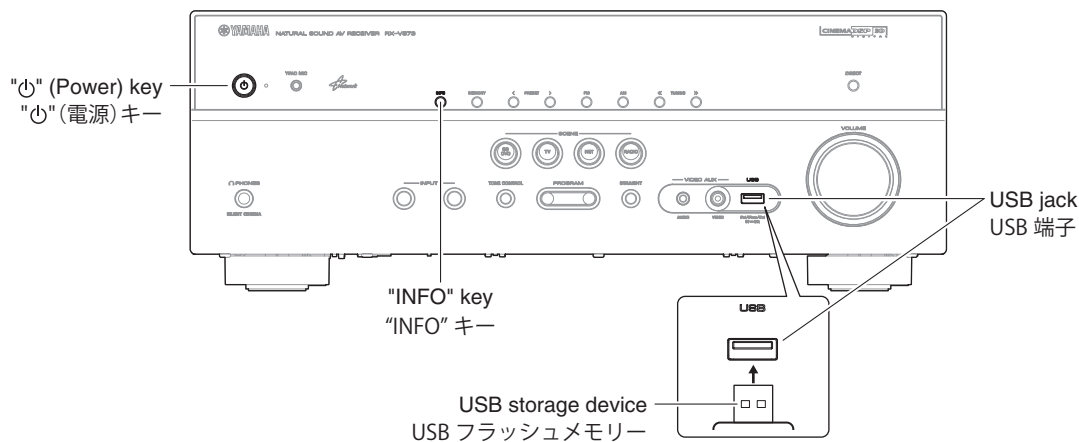

Fig. 1
1. Insert the USB storage device to the USB jack. (Fig. 1)
2. While pressing the "INFO" key, connect the power cable to the AC outlet. (Fig. 1)
1. USB 端子に USB フラッシュメモリを差し込みます。(Fig. 1)
2. "INFO" キーを押しながら、電源コードを AC コンセントに接続します。(Fig. 1)
5. Press the "Power" key to turn off the power. (Fig. 1)
6. Remove the USB storage device from the USB jack. (Fig. 1)
5. "Power" キーを押して電源を切ります。(Fig. 1)
6. USB 端子から USB フラッシュメモリを抜きます。(Fig. 1)